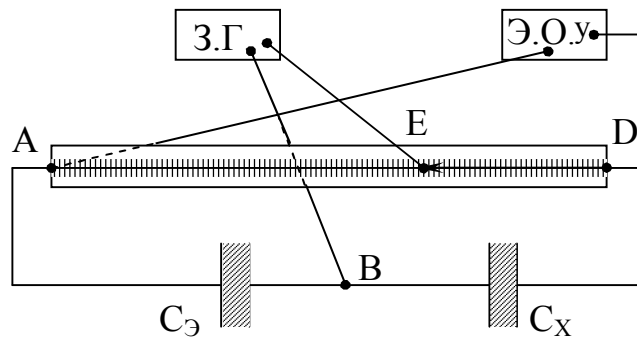

Рис. 2. Схема лабораторной установки
В работе в качестве сопротивления  $R_1$  и  $R_2$  используется сопротивление участков струны (плечи реохорда), натянутой между точками  $A$  и  $D$  (рис. 2).
2. Соберите цепь по рис. 2. В качестве ёмкости  $C_X$  включите конденсатор неизвестной ёмкости  $C_{X1}$ . Подключите в сеть звуковой генератор и осциллограф.
10. Рассчитайте искомые ёмкости по рабочей формуле (3). Для каждого вида соединения рассчитайте  $C_{X_{ср}}$ , а также абсолютную погрешность  $\Delta C_{X_{ср}}$  по методу прямых многократных соединений.